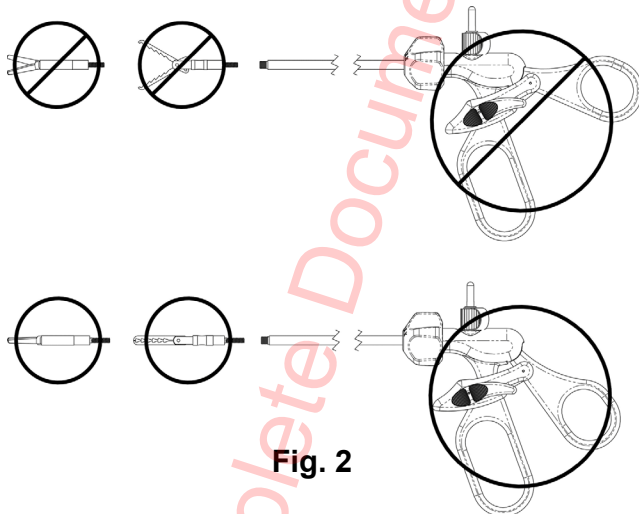

Fig. 2
1. Slut bladen/käftarna försiktigt med pekfingeret och tummen så att de säkert är fullt slutna (se fig. 2).